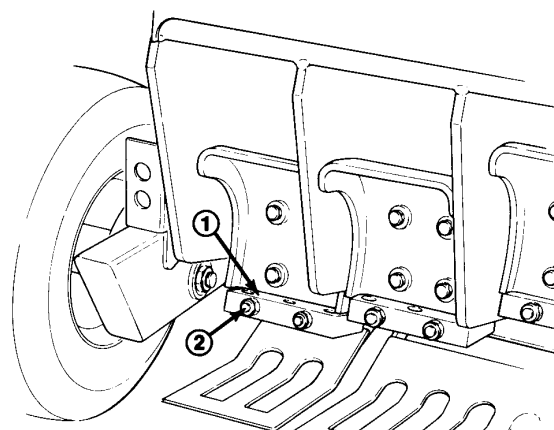

Fig. 9
4. Løsn de 2 sekskantmøtrikker på hver pigblok, indtil piggene kan sættes i. Sæt piggene i, indtil de går i bund på flangen i pigblokken (fig. 9).